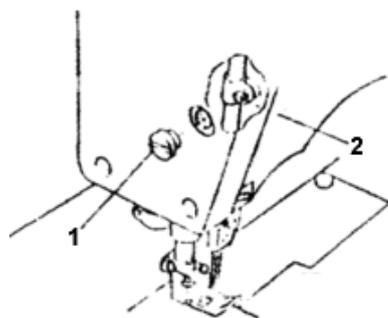

Fig. 19
Remova a capa do parafuso (1), afrouxe o parafuso (2), ajuste a barra da agulha para cima ou para baixo até a altura desejada, e então aperte o parafuso (fig. 19).